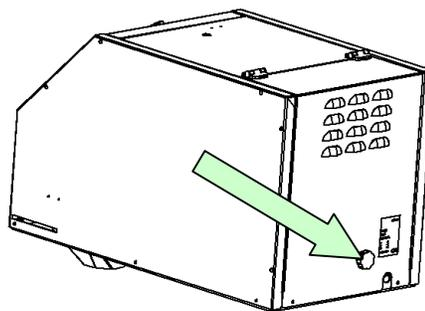

Fig. 3
15. Dévisser complètement l'écrou a l'arrière de la machine (fig. 3) et enlever le tube central. Fig. 12